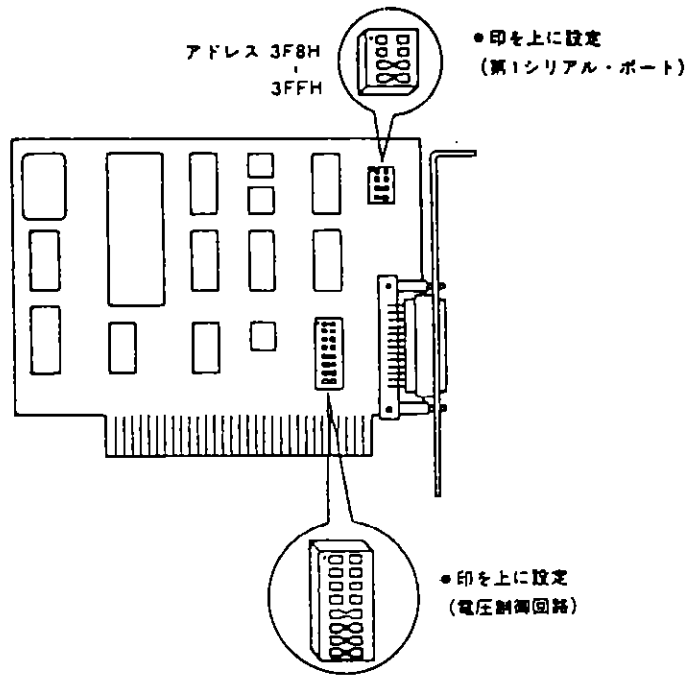

図4-3-3 アシクロナス・コミュニケーション・アダプタの設定
- (3) 図4-3-3に示すようにアンシクロナス・コミュニケーション・アダプタの設定を行なって下さい。